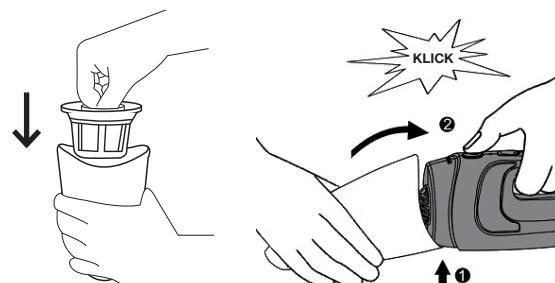

Abbildung 9
- Setzen Sie die Teile wieder in den Behälter ein (Abb. 9).